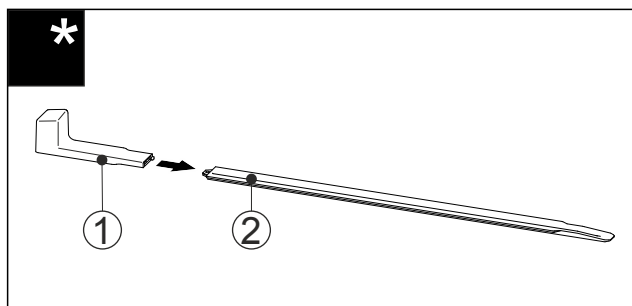

Fig. 60
- ▶ Atașați mânerul de montare Fig. 60 (1) la șina de nivelare Fig. 60 (2).